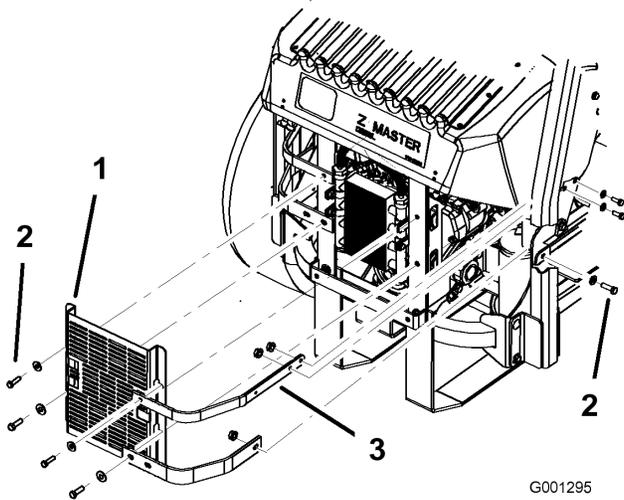

Figura 61
3. Retire los 4 pernos que fijan el protector del enfriador de aceite al bastidor trasero (Figura 61).
4. Retire los 3 pernos que fijan las bridas del motor al lateral de la máquina (Figura 61).
12. Instale el protector del enfriador de aceite y las bridas del motor al bastidor trasero con los 4 pernos que retiró anteriormente (Figura 61).
13. Instale las bridas del motor en el lateral de la máquina (Figura 61).